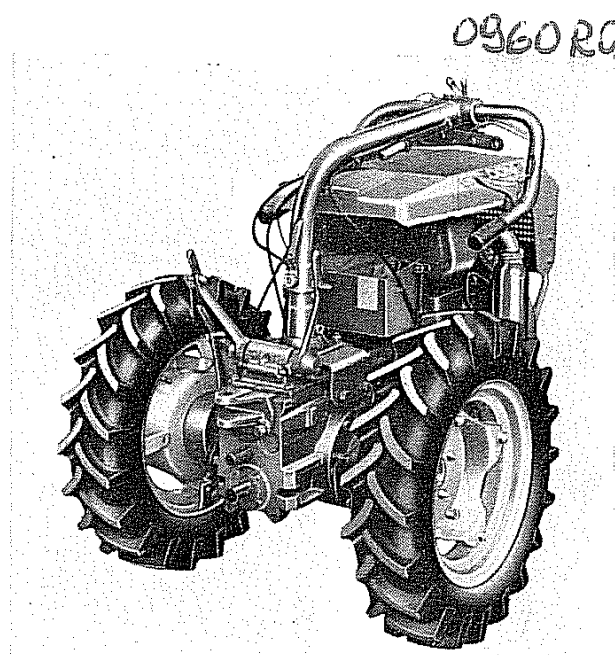

Fig. 48
- Girare le stegole di 180° e ribaltarle a ridosso del cofano come illustrato in fig. 48.